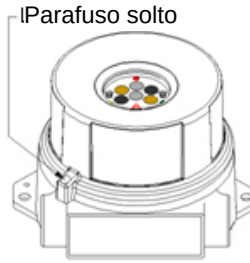

Figura 2-6
1. Solte o parafuso de regulação na tampa do compartimento. (veja a Figura 2-6).